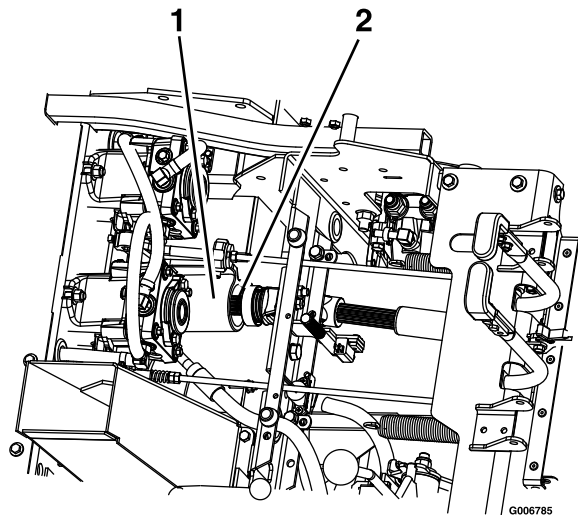

Figure 73
9. Déverrouillez le siège et séparez l'arbre d'entraînement de l'arbre intermédiaire avec l'accouplement rapide (Figure 73). Voir Déverrouillage du siège \(page 23\).
5. Posez l'arbre d'entraînement sur l'arbre intermédiaire (Figure 73).